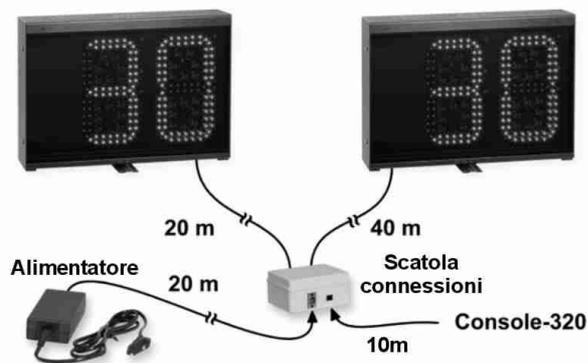

Fig. 1: KIT FS-30s
2. Assicurarsi che i vari cavi di collegamento siano adeguatamente inseriti come in Fig. 1.